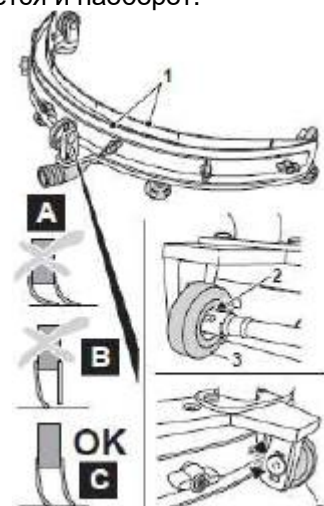

Fig. 16
- □ Ослабьте сквидж при помощи специального рычага (3).
- Удостоверьтесь в том, что лезвия сквиджа расположены на полу правильно (1 на Рис. 16).
- Чтобы установить сквидж, ослабьте болты колеса (2 на Рис. 16), (3 на Рис.16) и вертикально вкрутите колесо в разъем; поднимая колесо, угол установки увеличивается и наоборот.